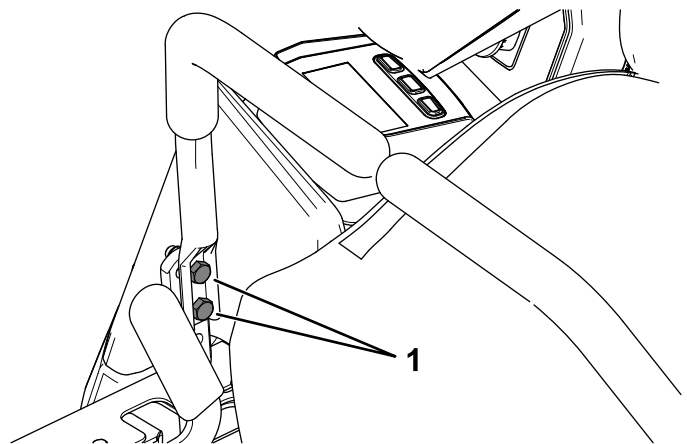

Figure 51
8. Si l'alignement doit être corrigé d'un côté, desserrez les 2 boulons de fixation du levier de commande de déplacement du côté concerné (Figure 51).
10. Resserrez les 2 boulons de fixation du levier de commande de déplacement (Figure 51).